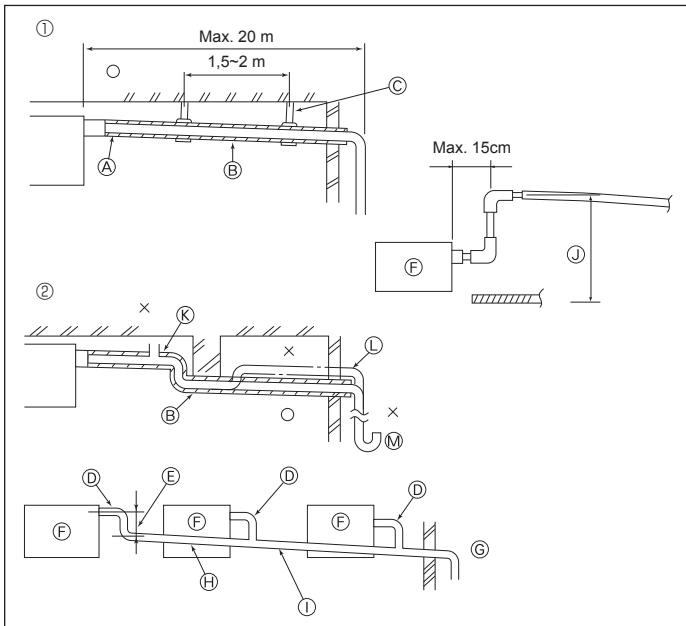

Fig. 3-4
3.4. Installatie van draineerbuisen (Fig. 3-4)
- ① Juist aangelegde leidingen
- ② Onjuist aangelegde leidingen